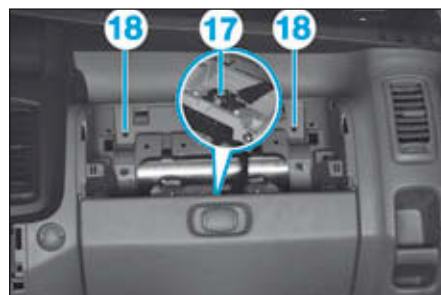

FIG.24
- Déposer le câble de masse (16).
- Débrancher le connecteur (17) du contacteur de vide-poches (Fig.24).